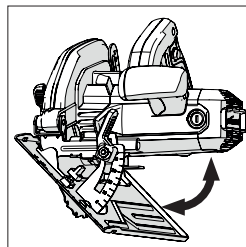

Abb. 14
- Kippen Sie das Sägeblatt in den gewünschten Winkel, wie auf der Winkelskala des Quadranten angegeben. (**Abb. 14**)